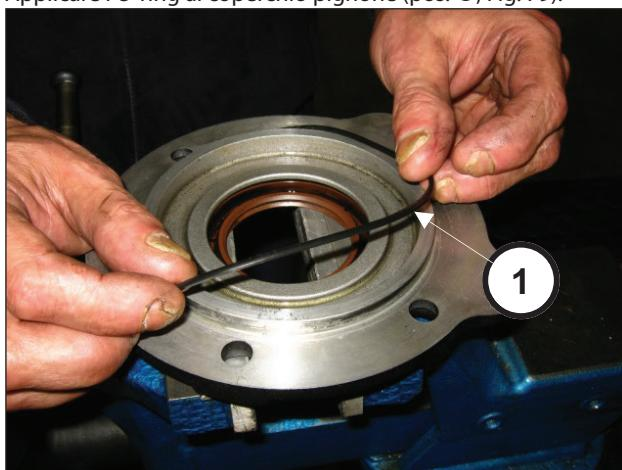

Fig. 79
Appicare l'O-ring al coperchio pignone (pos. ①, Fig. 79).